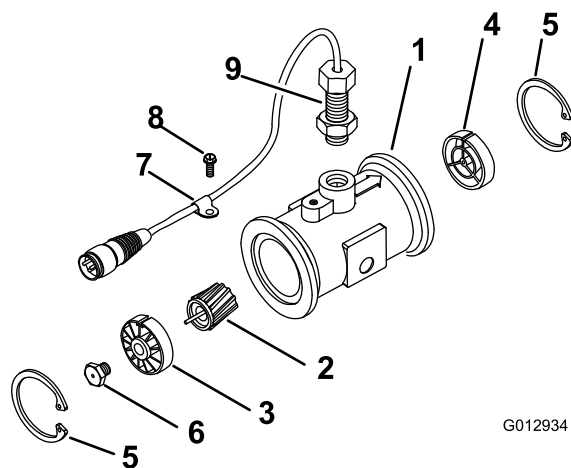

Figura 60
3. Retire o anel de retenção do lado superior (Figura 60).